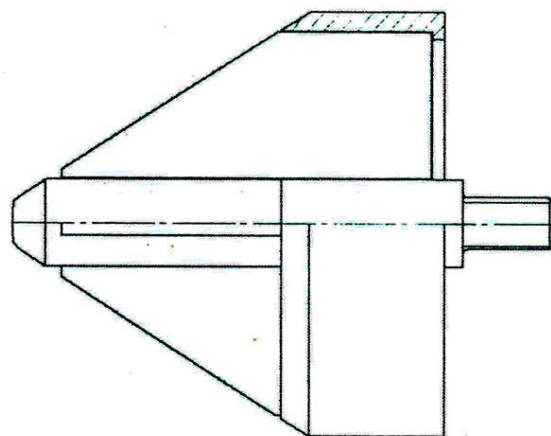

Рисунок 2
3.4.12 Со стороны противоположной коллектору установить на вал втулку, направляющую рисунок 2 и распрессовать щит подшипниковый.
3.5.15 Стропить якорь со щитом поз. 12 с помощью захвата рисунка 1. Установить на вал якоря со стороны коллектора втулку направляющую рисунок 2. Ввести якорь в систему магнитную поз. 13, совместив отверстия щита подшипникового поз 11 и крышки подшипника поз. 3.